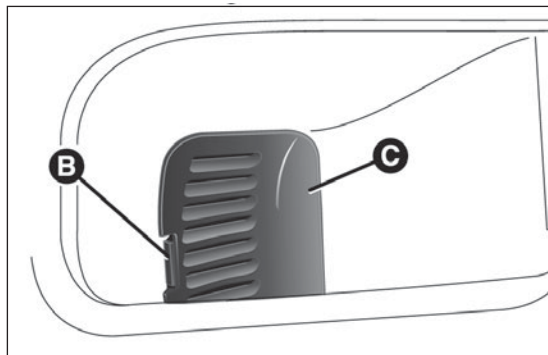

fig. 182
- ☐ actuando en la lengüeta B fig. 182 retirar la tapa de protección C (situada en la parte lateral del maletero);